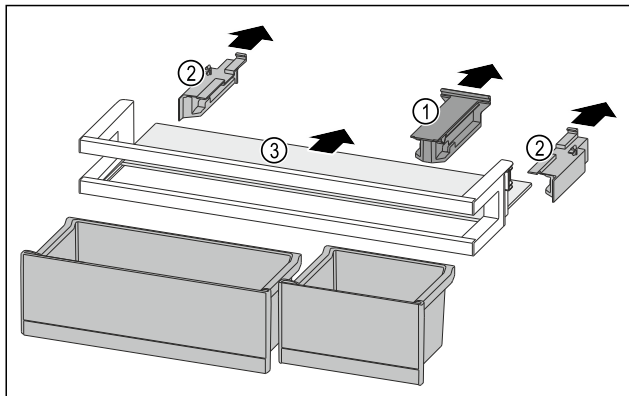

Fig. 140
- Skinite pridržni dio Fig. 140 (1).
- Skinite bočne dijelove Fig. 140 (2).
- Izvadite policu Fig. 140 (3).